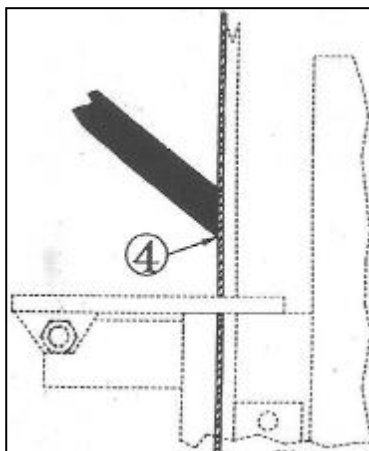

Figure 6
- 4- Polir les outils à arêtes vives (avec une courroie de coton) en plaçant la pointe vers le bas (Fig.6 (4));
Polish sharp-edged tools (with cotton belt) using the tip at the bottom (Fig.6 (4));